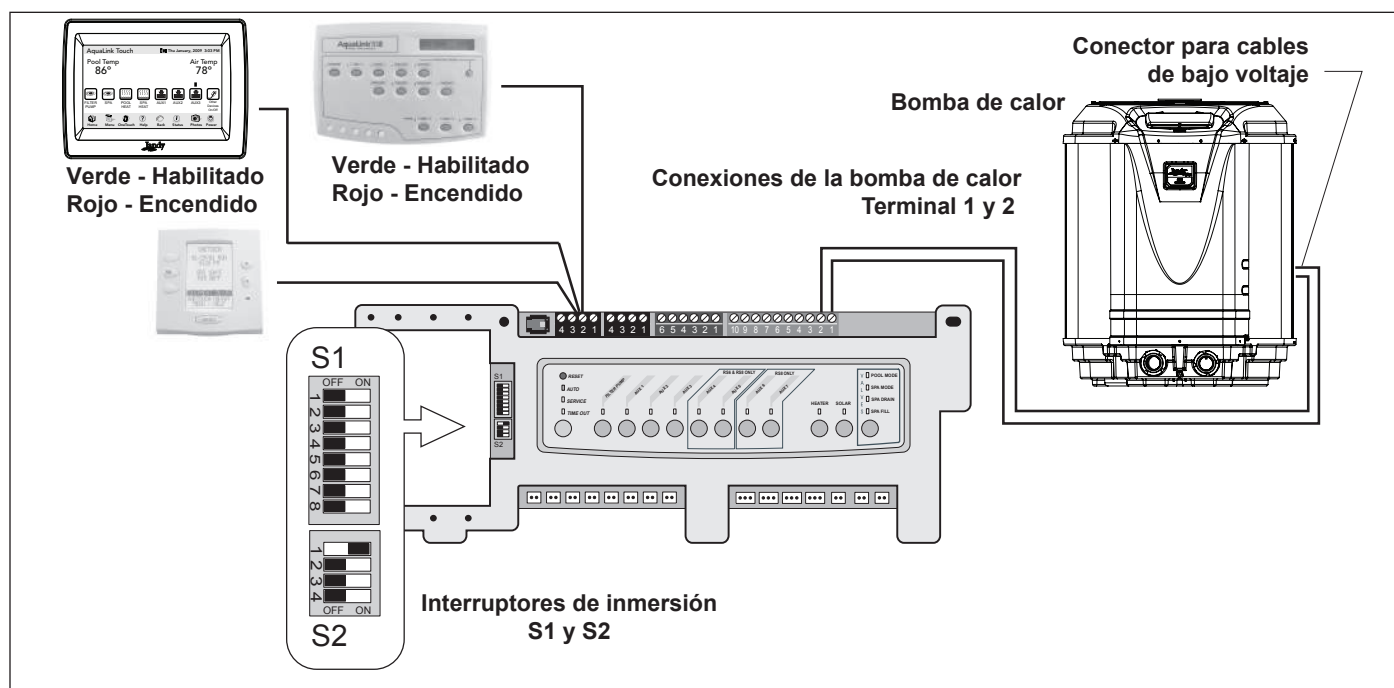

Figura 12. Conexión AquaLink RS a la bomba de calor Jandy Pro Serie JE - T-Stat (2 cables)
2. Conecte dos (2) cables a los terminales verdes de AquaLink RS de 10 pines 1 y 2.
3. Coloque DIP S2-1 (pin N.º 1 del interruptor DIP (inmersión) de 4 posiciones) en la posición ON (encendido) (vea la Figura 12).